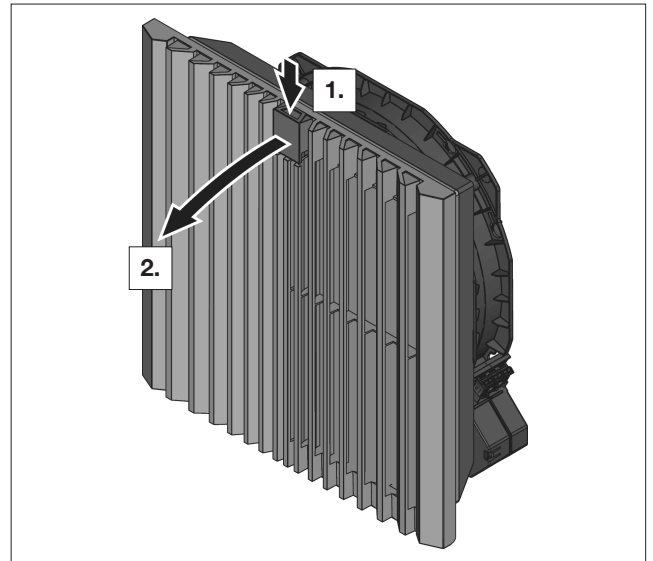

図17: プラスチックルーバーのロック解除
- プラスチックルーバーを解錠するには、機能ロゴ(ロゴ付きノブ)を上から押してください(図17を参照)。
- プラスチックルーバーを解錠するには、機能ロゴ (口ゴ付きノブ) を上から押してください (図17を参照)。